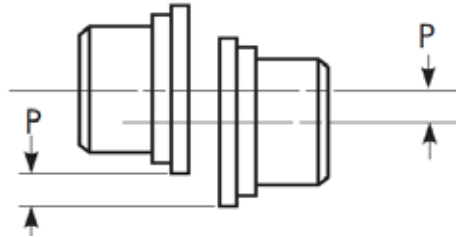

Figura 6 - Desalineación paralela
8.3. El valor de "desalineación paralela" (P) es la compensación entre los centros de los bujes, como se muestra en la figura 6.